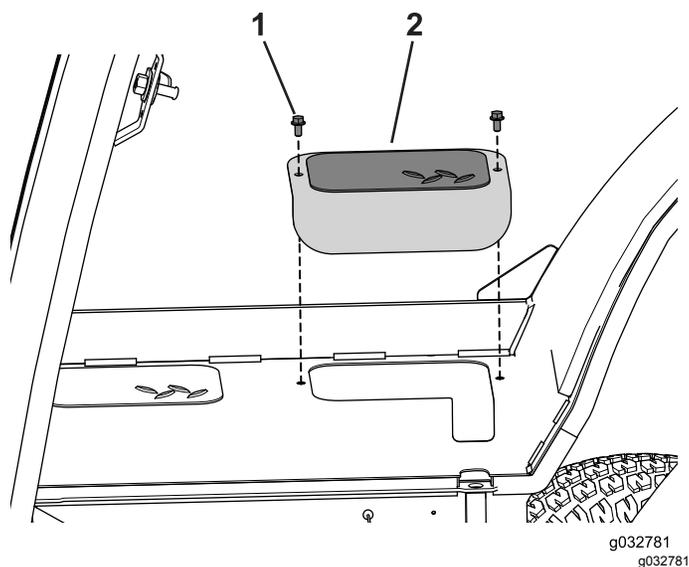

Figura 66
1. Rimuovete i 2 bulloni che fissano il portello di accesso su ciascun lato della macchina e metteteli da parte (Figura 66).
7. Togliete il gruppo della barra di sollevamento e montate il portello di accesso che avete messo da parte in precedenza (Figura 66).